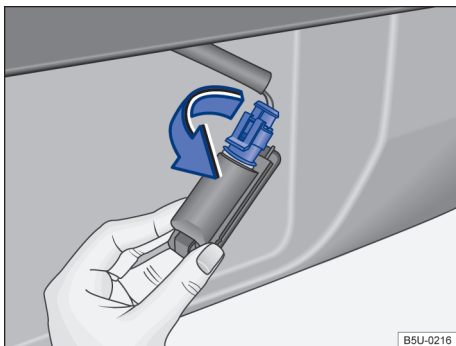

Fig. 149 Lanterna da placa de licença: remover o soquete da lâmpada.
3. Girar o soquete da lâmpada no sentido da seta → Fig. 149, e desencaixá-lo do alojamento.
7. Posicionar o soquete no alojamento e girar no sentido contrário ao da seta → Fig. 149.